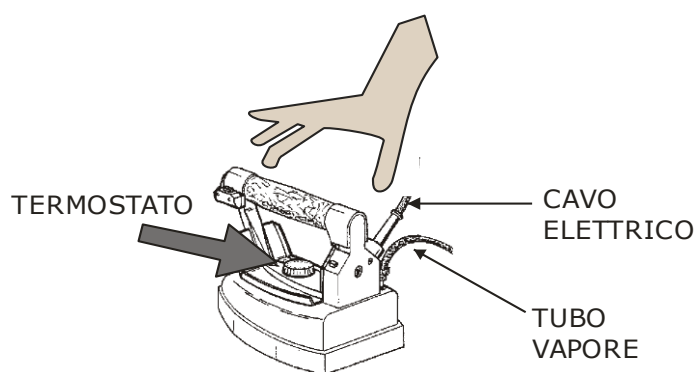

Fig. 3
3. Accendere l'interruttore della caldaia (fig. 1-6), l'interruttore del ferro (fig. 1-5) e portare il termostato del ferro da stiro (fig. 3) sulla posizione "cotone".
4. Per la stiratura a secco si può regolare il termostato (fig. 3) sulle varie posizioni, a seconda del tipo di tessuto che si vuole stirare (fare riferimento quindi alle indicazioni apposte sui capi). Per lo stiro a vapore si deve regolare il termostato sulla posizione "cotone" o "lino".
3. il tubo vapore e il filo del ferro da stiro ogni qualvolta risultino danneggiati (fig. 3);